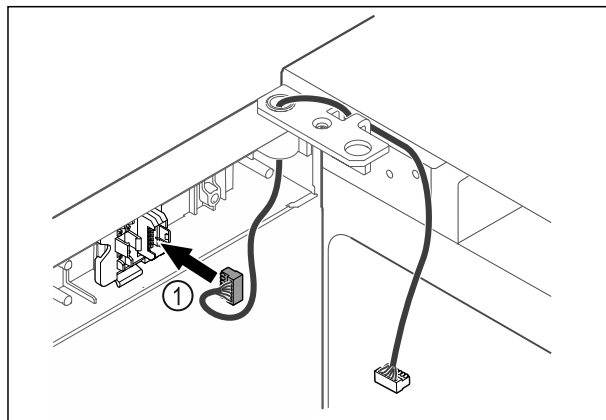

Fig. 46
- ▶ Dugja be a dugót Fig. 46 (1) a dugófoglatatba.